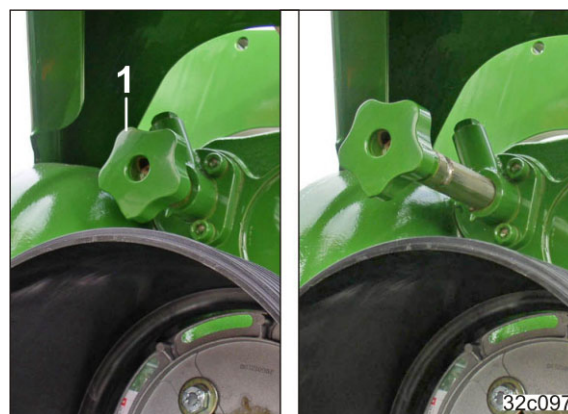

Fig. 32
- at skifte trinnene med skiftearmen (Fig. 32/1) i to-trins gearkassen